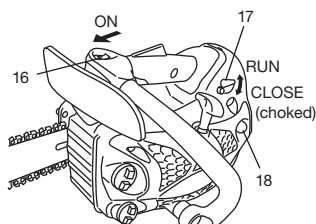

Fig. 10
Arranque (Fig. 10, 11)
1. Fijar la llave de ignición (16) en la posición ON (encendida). *Empujar varias veces el bulbo cebador (18) de manera que el combustible fluya a través del bulbo hacia el carburador. (Si está provisto) (Fig. 10)
- Empuje la palanca del estrangulador ("choke") (17) hacia abajo a la posición estrangulada. Esto cerrará el regulador de estrangulación automáticamente en la posición de arranque. (Fig. 10)
- Tirar enérgicamente del arrancador de recuperación, tomando la precaución de mantener la manija bien sujeta evitando que salte de las manos. (Fig. 10)
- Cuando usted escucha el sonido del motor que quiere arrancarse, con el activador de seguridad (19) apretado tirando el activador de estrangulación (20). Ello hará pasar el acelerador de la posición de arranque a la posición de marcha y retornará automáticamente la palanca del estrangulador a la posición de marcha. (Fig. 10, 11)